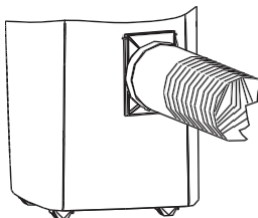

Fig. 10
11. Monteringen av frånlufts-kanalen och dess tillbehör är klar enligt ritningen i fig. 10.